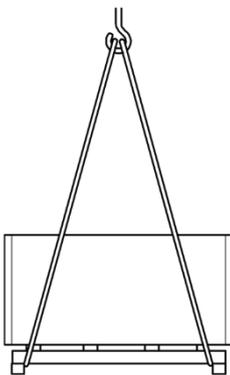

Abb. 21: Hebezeug anschlagen
1. Seile, Gurte oder Mehrpunktgehänge entsprechend Abb. 21 an der Palette anschlagen und Palette gegen Verrutschen sichern.